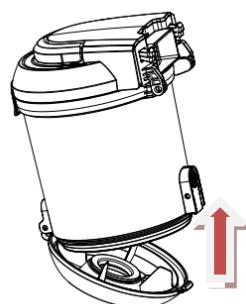

Fig.9
4. Zoals in Fig.9 de stofkamer sluiten voor nieuw gebruik.